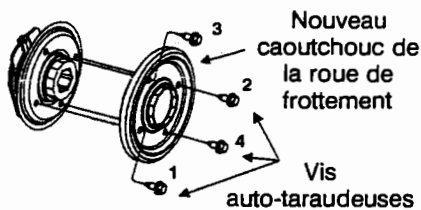

FIGURE 20
- Installez le nouveau caoutchouc de la roue de frottement sur la roue de frottement, donnez approximativement deux tours de tournevis à chacune des vis, dans l'ordre, illustré à la Figure 20, jusqu'à qu'elles soient bien serrées.